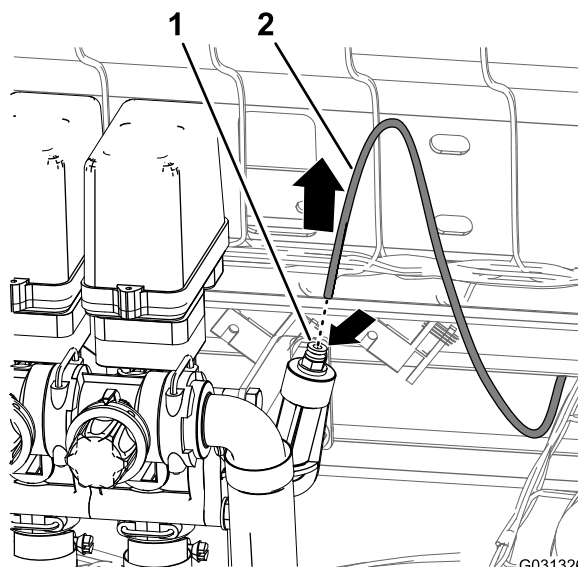

Figura 42
1. Presione el anillo del acoplamiento del tubo en el orificio de presión a la derecha de la válvula de sección de brazo derecha (Figura 42).
2. Tire del tubo del sensor de presión del indicador del salpicadero para sacarlo del acoplamiento del tubo (Figura 42).